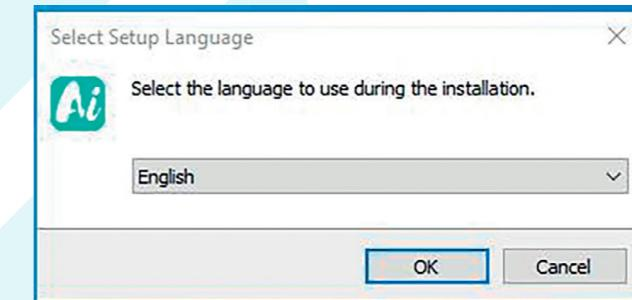

Figure 3
- 4.1.2 Sélectionnez « Setup Language », comme indiqué dans la Figure 3 :